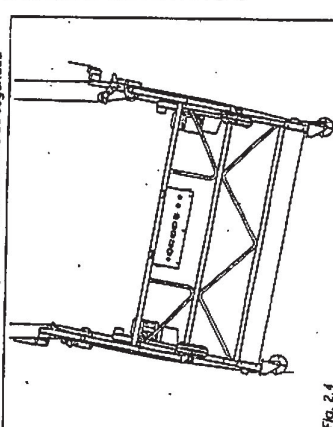

Fig. 2.4
- una inclinación del suelo de la plataforma superior a 9° respecto a la horizontal (Fig. 2.4).